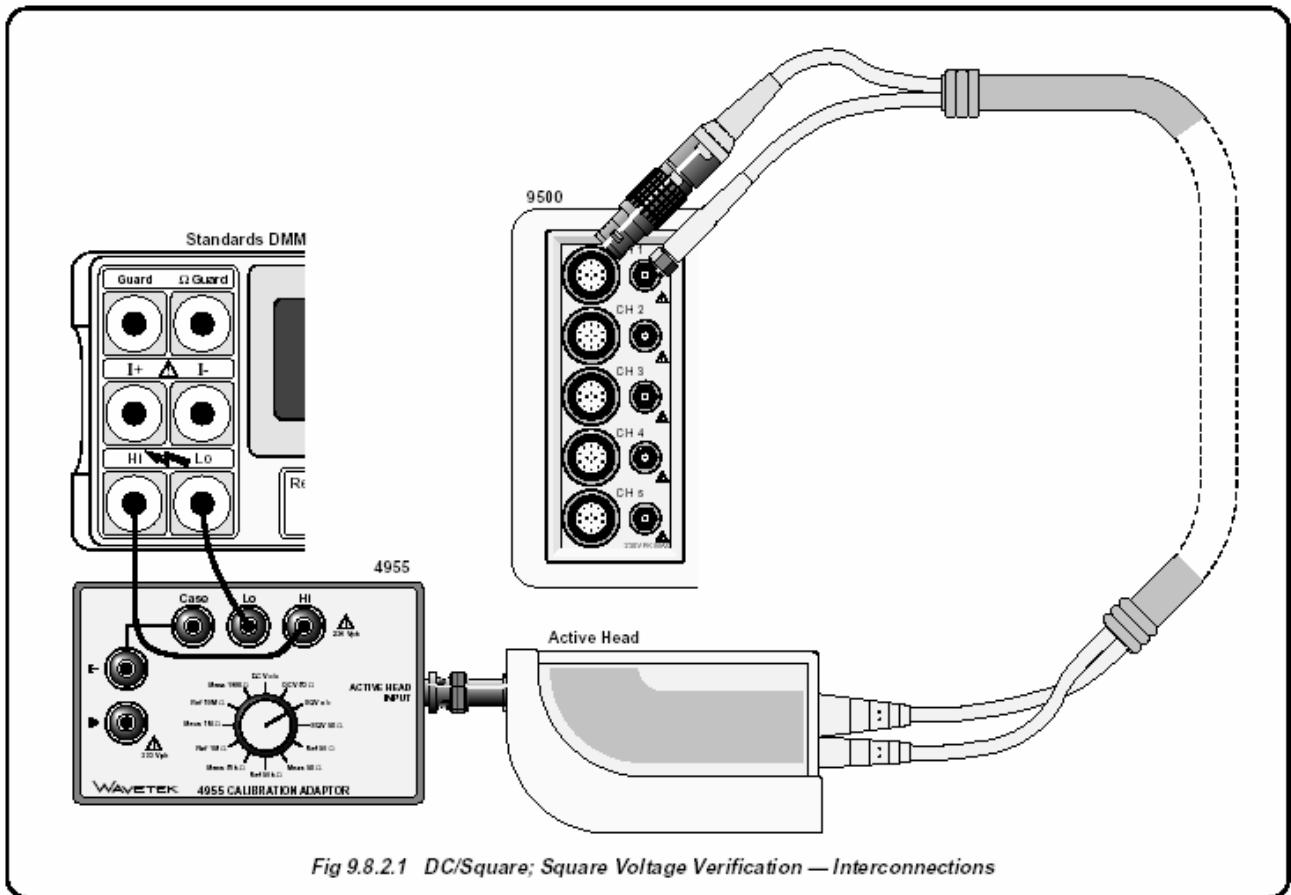

Рис. 9.8.2.1. Функция DC/Square; поверка прямоугольного напряжения - межсоединения
Обратитесь к *Рис. 9.8.2.1*.
1. **Соединения** Убедитесь, что калибратор 9500В соединен с цифровым мультиметром как показано на *Рис. 9.8.2.1*, или через аналогичный BNC-4mm адаптер, и что оба прибора включены и прогреты.